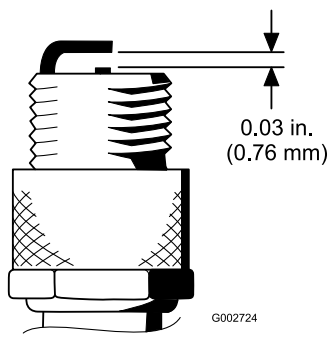

Bild 28
4. Stellen Sie den Abstand zwischen der Mittel- und der Masselektrode auf 0,76 mm ein (Bild 28). Schrauben Sie eine Zündkerze mit korrektem Elektrodenabstand in den Zylinderkopf ein und ziehen sie auf 23 Nm fest. Wenn Sie keinen Drehmomentschlüssel benutzen, ziehen Sie die Kerze fest an.